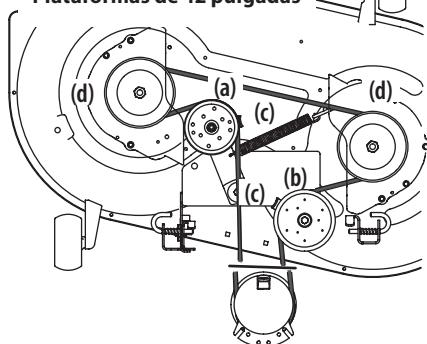
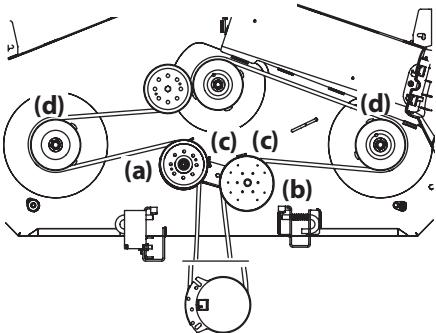
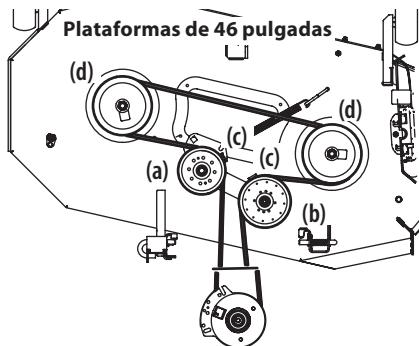
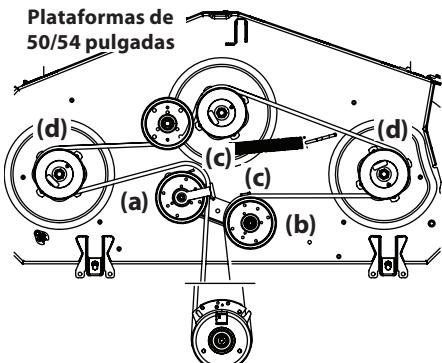

Figura 39
Figura 42
Figura 40
Figura 41
2. Afloje, pero no quite los accesorios a la derecha (a) y a la izquierda de la polea loca (b). Consulte la Figura 39 para las plataformas de 42", Figura 40 para las plataformas de 46", Figura 41 para las plataformas de 50" y 54" y Figura 42 para las plataformas de 60" en la página 61.